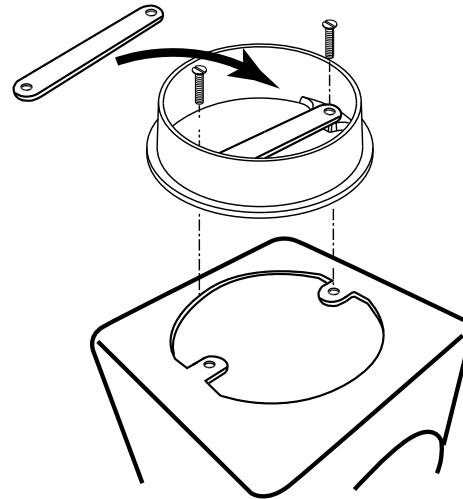

Bild 2: Montering av stos och lodstopp för toppanslutning
3. Vid **toppanslutning** skall ett lodstopp monteras tillsammans med stosen. Använd den medföljande stosen och fäst den tillsammans med lodstoppet med skruv (se bild 2). Täta mellan stos och topp med tätmassa. Gå nu vidare med monteringen enligt anvisning på sidan 6.